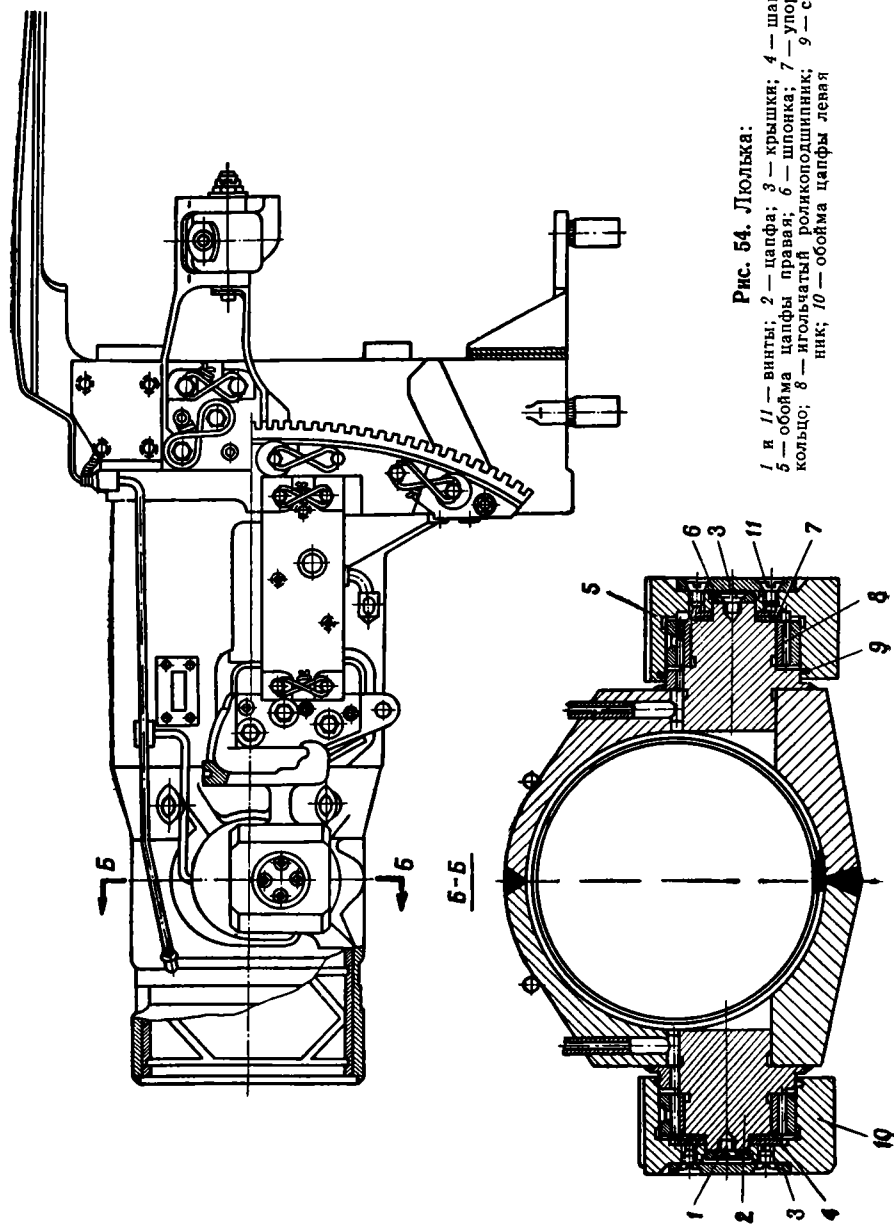

Рис. 54. Люлька:
2. Вывернуть винты 11 (рис. 54), снять крышку 3, вывернуть винт 1, вынуть шпонку 6, снять обойму 5 (10), упорное кольцо 7, шайбу 4, сальник 9 и роликоподшипник 8.
2. Смазать внутреннюю поверхность наружного кольца роликоподшипника 8 (рис. 54) и уложить иглы подшипника. Осторожно, чтобы не рассыпать иглы, вставить внутреннее подшипниковое кольцо, установить на цапфу 2 собранный роликоподшипник 8, поставить упорное кольцо 7, шайбу 4, обойму 5 (10), вложить шпонку 6 и ввернуть винт 1.